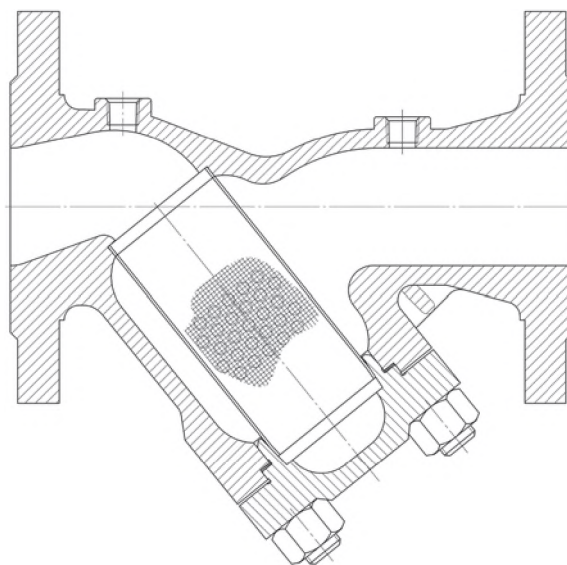

рис. 2
- *Исполнение с отверстиями для подключения приборов (исполнение «П» рис. 2)*